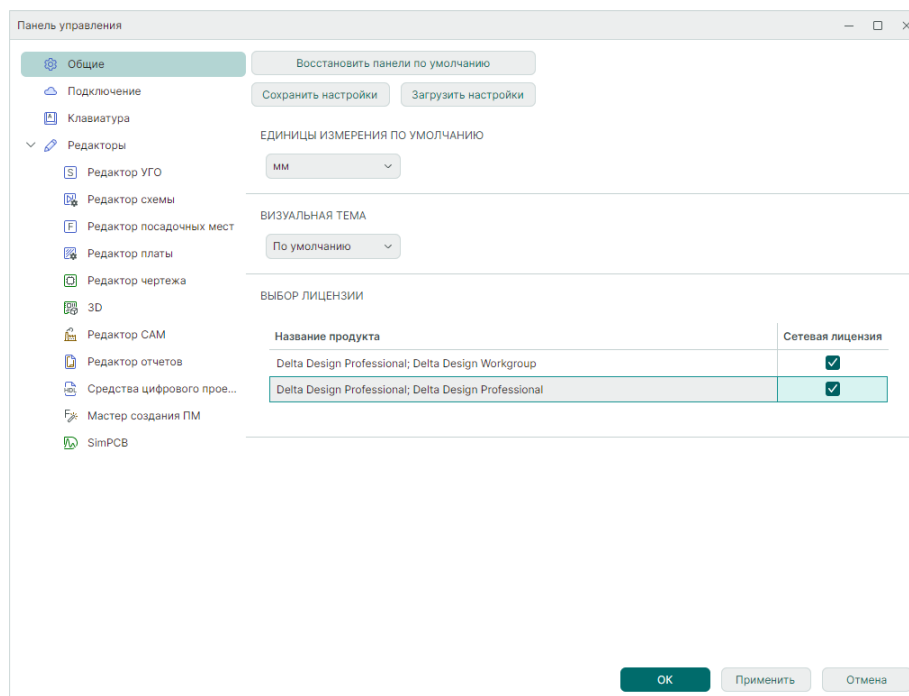

Рис. 89 Выбор лицензии
1. Выберите необходимую лицензию в списке «Выбор лицензии», см. Рис. 89;